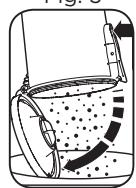

Fig. 6
- Appuyez sur le bouton « vider » du réservoir à poussières pour ouvrir la base du boîtier et videz le contenu dans un conteneur ou un sac à ordures (Fig. 6).